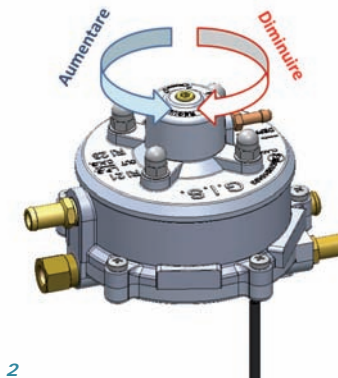

Fig. 2
Per ottimizzare il funzionamento del riduttore utilizzare la vite di regolazione pressione (6) a esagono incassato (fig. 2).